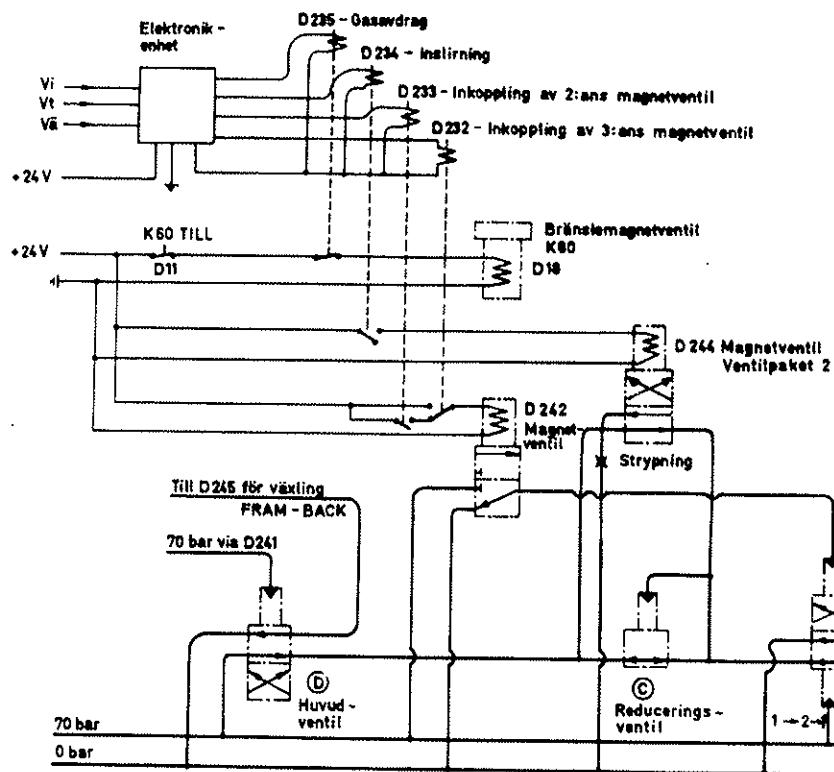

Fig. 26 Relä-, magnet och ventilfunktioner vid inkoppling av 2:ans växel
Se Fig 26 (som visar D241 tillslagen och Huvudventilen D omställd = 1:an ilagd)
- 6 Reläerna D230-231 slår till och sluter 24V till magnetventil D241 som slår om, varvid 70 bar går ut till huvudventilens översida. Denna ventil ställs om och lämnar nu 70 bar i den undre utledningen till reduceringsventilen C (se Fig. 26). Samtidigt som reläerna D230-231 slogs till fick elektronikenheten en signal ($V_i = 24 V$) som slår till relä D234, som i sin tur slår till magnetventil D244 för inslirring av 1:ans lamellpaket på samma sätt som beskrivs på nästa sida för 2:ans lamellpaket. Efter 2 sek inslirningstid vid c:a 30 bar, slås D234 ifrån och fulltrycket 70 bar inkommer på 1:ans lamellpaket, 1:ans växel är ilagd.